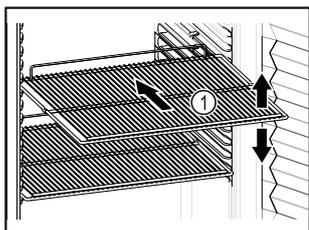

Fig. 63 Immagine a titolo di esempio
- Se è possibile spostare i ripiani Fig. 63 (1), regolarli in altezza.